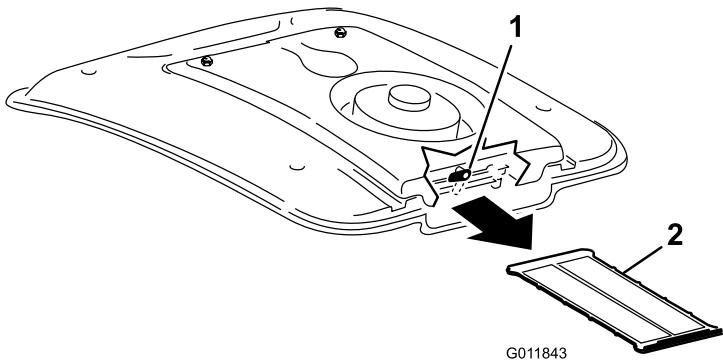

Figura 104
2. En la parte trasera del soporte del ventilador, gire el cierre a un lado (Figura 104).
3. Retire el filtro del aire acondicionado de debajo del serpentín del aire acondicionado (Figura 104).
4. Limpie la rejilla a fondo con aire comprimido (Figura 104).